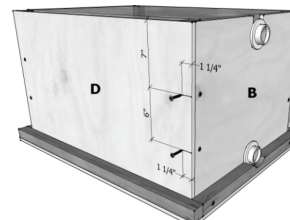

Fig. 6 -Le revêtement et le panneau final sont fixés aux autres côtés, les vis sont placées à 1 1/4" du bord.
- b. **Utilisez 4 vis de 1 5/8"**, **fixez** le montage panneaux / revêtement **très attentivement**. (ne pas visser à travers ou pincer le revêtement) (Fig. 6)